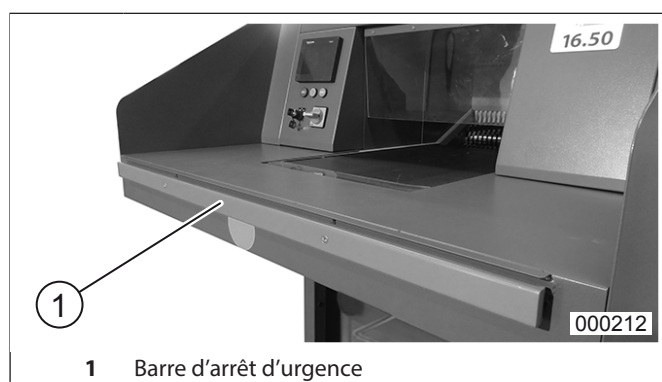
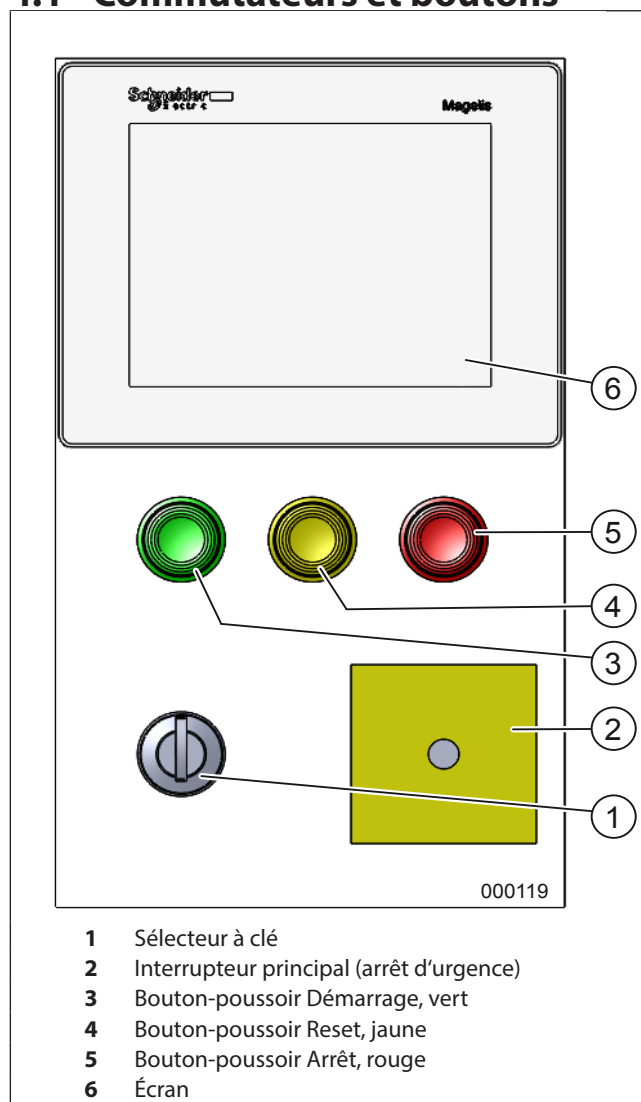

fig.3 Barre d'arrêt d'urgence
fig.4 Éléments de commande
1. Débloquer la barre d'arrêt d'urgence (fig.3) de la table du destructeur (tirer la barre) et enclencher l'interrupteur principal (fig.4/2) (position „1“).
2. Tourner la clé (fig.4/1) vers la droite.
3. Appuyez sur le bouton de démarrage vert (fig.4/3).
Une pression sur cette barre d'arrêt d'urgence permet d'arrêter la machine si celle-ci, pour une raison quelconque, doit être stoppée le plus rapidement possible. Pour la remettre en marche, déverrouiller la barre (en la tirant en arrière) et enfoncer le poussoir « Avance mécanisme de coupe » (fig. 4/3).
1. Mettre l'interrupteur principal (fig. 4/2) en position « 1 ».
2. Mettre la clé fournie dans le sélecteur à clé (fig. 4/1) et la tourner vers la droite.
- l'interrupteur de verrouillage (fig. 4/1) est déverrouillé (tourner la clé vers la droite),